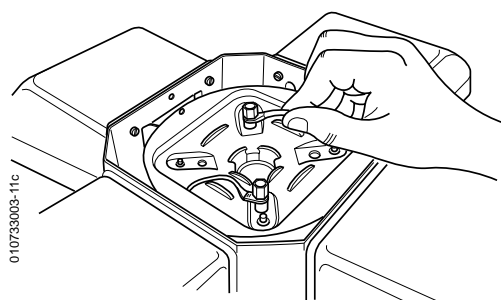

FIG. 3
- 3) Déconnecter les 2 fils sur le bloc optique (FIG. 3).